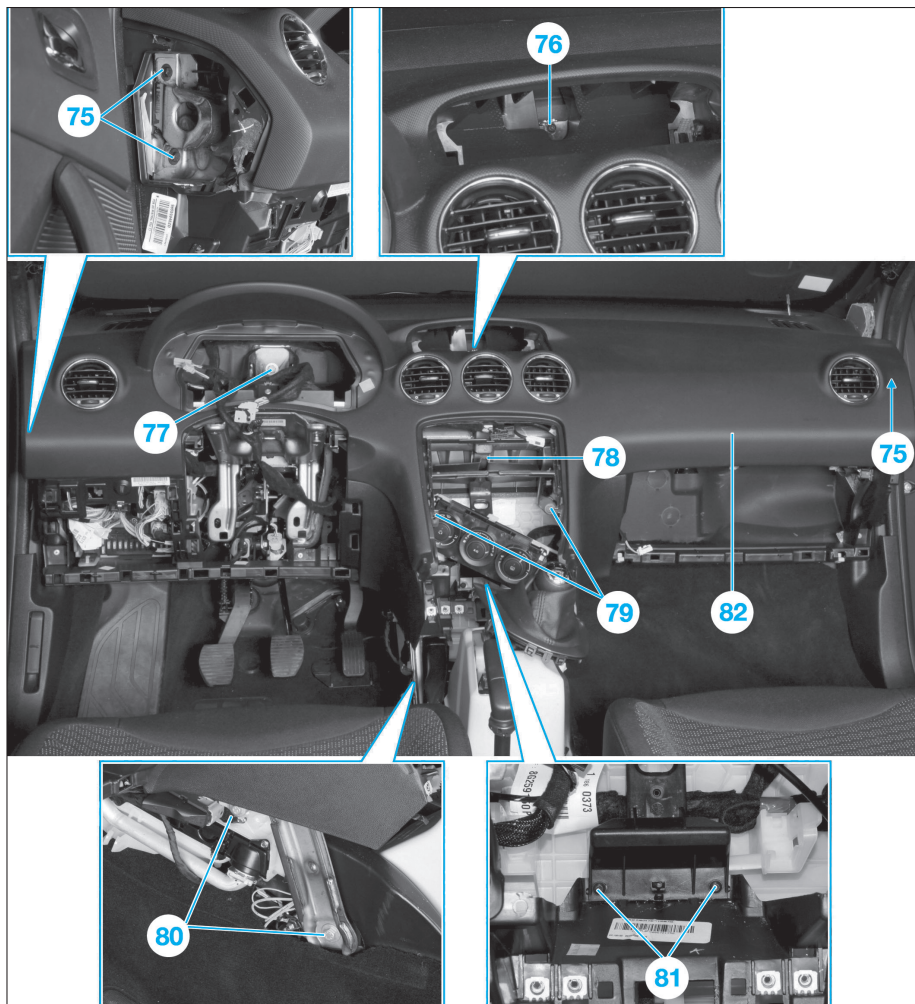

Fig. 44
- Déposer les vis (75), (76), (77), (78), (79), (80) et (81) (Fig.44).
- A l'aide d'une deuxième personne, déposer la planche de bord (82) (la sortir par la porte conducteur).